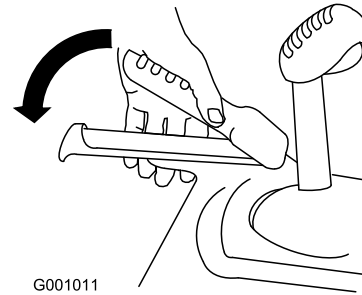

Bild 37
2. Kuppeln Sie den Fahrtriebshebel ein und halten ihn fest (Bild 37).